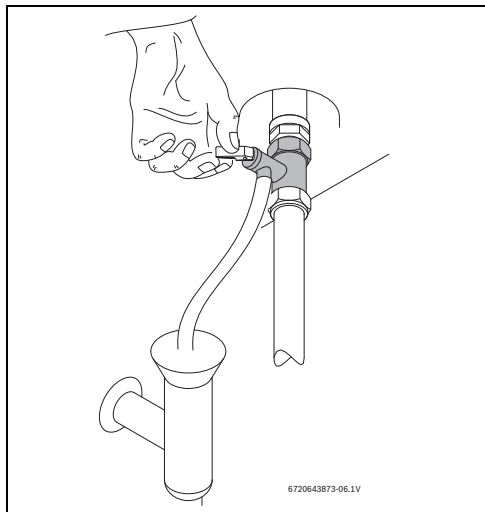

Fig. 12 Accionamento manual da válvula de segurança
- ▶ Abrir a válvula de segurança (→ Fig. 12).
- ▶ Abrir manualmente a válvula de segurança pelo menos uma vez por mês (Fig. 12).